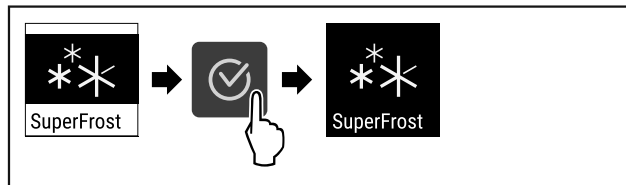

Fig. 66
- ▶ Provedte akční kroky (viz Fig. 66) .